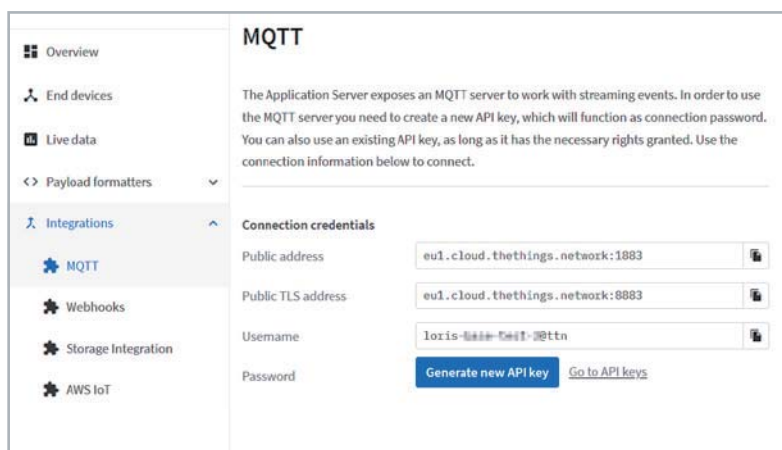

Bild 31: MQTT-Verbindungsdaten
Wir gehen dazu in unserer Application auf Integrations → MQTT. Hier sind alle grundlegenden Verbindungsdaten zu dem TTS-MQTT-Server bereits eingetragen. Zur Absicherung der Verbindung müssen wir zunächst aber noch einen API Key generieren und klicken dazu auf „Generate new API Key“ (Bild 31). Unmittelbar darauf erscheint der Key, den man gleich kopieren und sicher verwahren sollte.
- User Name: xxx@ttn (das ist der Username aus den MQTT Credentials bei TTS, Bild 31)